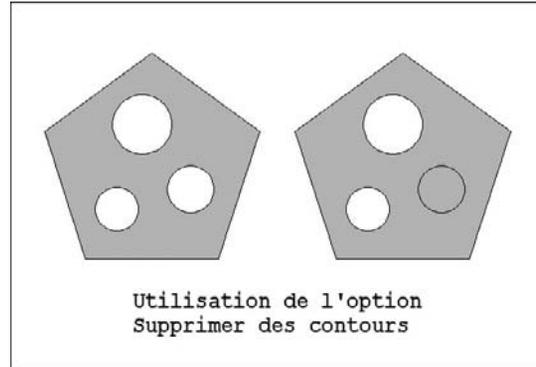

Fig.8.6
- ▶ **Supprimer des contours** (Remove boundaries) : supprime la définition du contour de tout objet précédemment ajouté (fig.8.6).